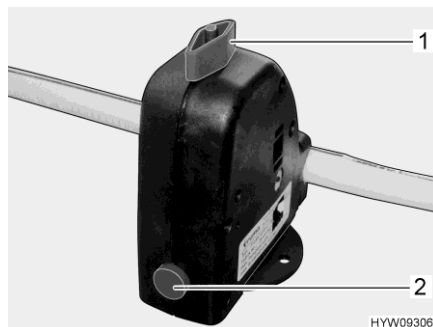

Fig. 206 Válvula de seguridad/purga (Truma)
- Cerrar la válvula de seguridad/purga (Truma). Para ello, girar el botón giratorio (Fig. 206,1) a la posición transversal en referencia a la válvula de seguridad/purga y hundir el botón (Fig. 206,2).